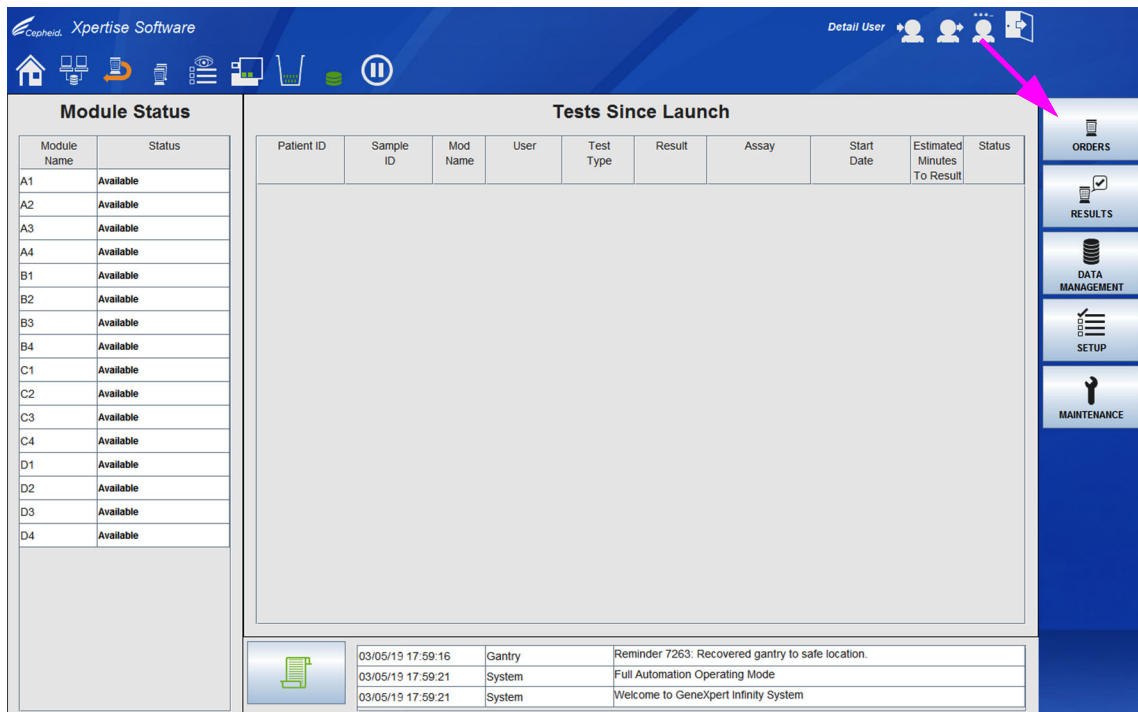
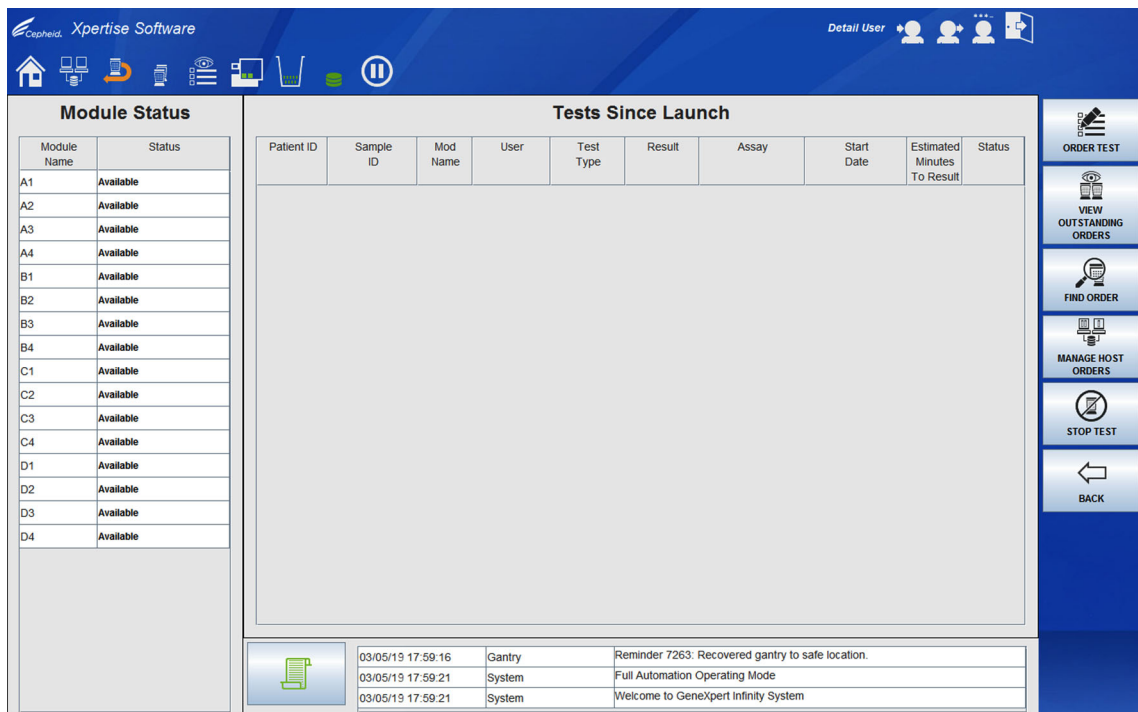
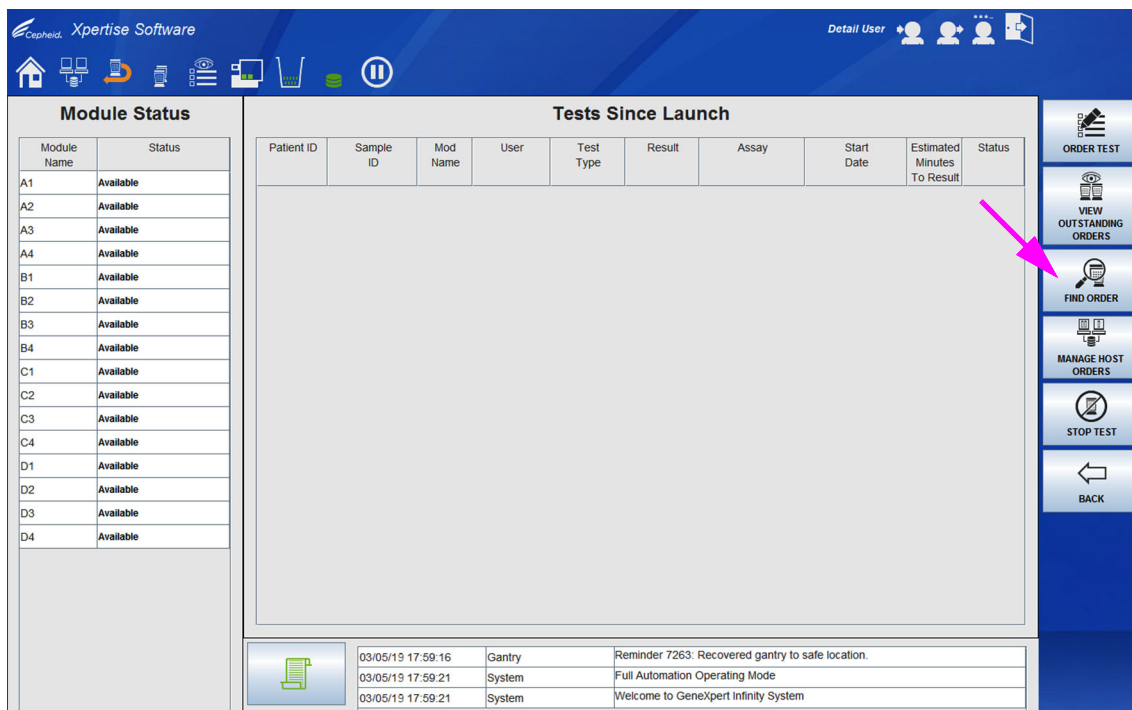
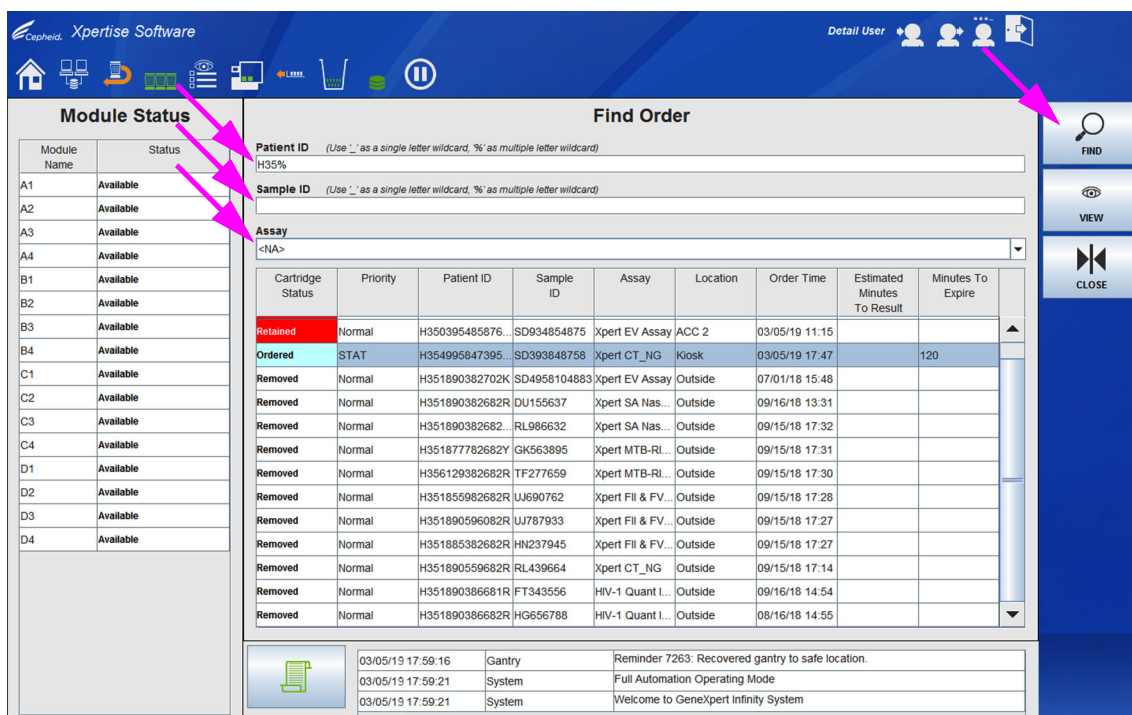

図 10-53. Xpertise Software ホームページ
図 10-54. Xpertise Software ホームページ - 表示されるオーダーメニュー
図 10-55. Xpertise Software ホームページ
図 10-56. オーダーの検索ワークスペース
オーダー（ORDERS）メニューボタン（図 10-53 を参照）を押すと、テストのオーダー（Order Test）メニューが表示されます。図 10-54 を参照。
以下は、オーダー（Orders）メニュー（Orders menu）ワークスペース（図 10-54 を参照）にあるボタンの機能が、本説明書のどこで説明されているかをまとめたリストです：
オーダーの検索（Find Order）ワークスペースでは、患者 ID（システム構成一般（System Configuration General）ワークスペースで、**患者 ID 使用（Use Patient ID）** が選択されている場合）、サンプル ID、およびアッセイに関連付けられたオーダーされたテスト（未処理、進行中、または終了）を検索することができます。図 10-56 を参照。
1. Xpertise Software ホームワークスペース（図 10-53 を参照）で、**オーダー（ORDERS）** ボタンを選択します。オーダー（Orders）メニューが表示されます。図 10-55 を参照。
2. **オーダーの検索（FIND ORDER）** ボタンを選択します（図 10-55 を参照）。オーダーの検索（Find Order）ワークスペースが表示されます。図 10-56 を参照。
4. 患者 ID、サンプル ID、および / またはアッセイを入力した後、**検索 (FIND)** ボタンを選択します。図 10-56 を参照。システムはデータベース内のオーダーを検索します。
6. **閉じる (CLOSE)** ボタンを選択します。オーダーの検索 (Find Order) ワークスペース、オーダーの表示 (View Order) ワークスペース、または結果の表示 (View Results) ワークスペースが閉じられ、オーダー (Order) メニューが表示されます。図 10-55 を参照。